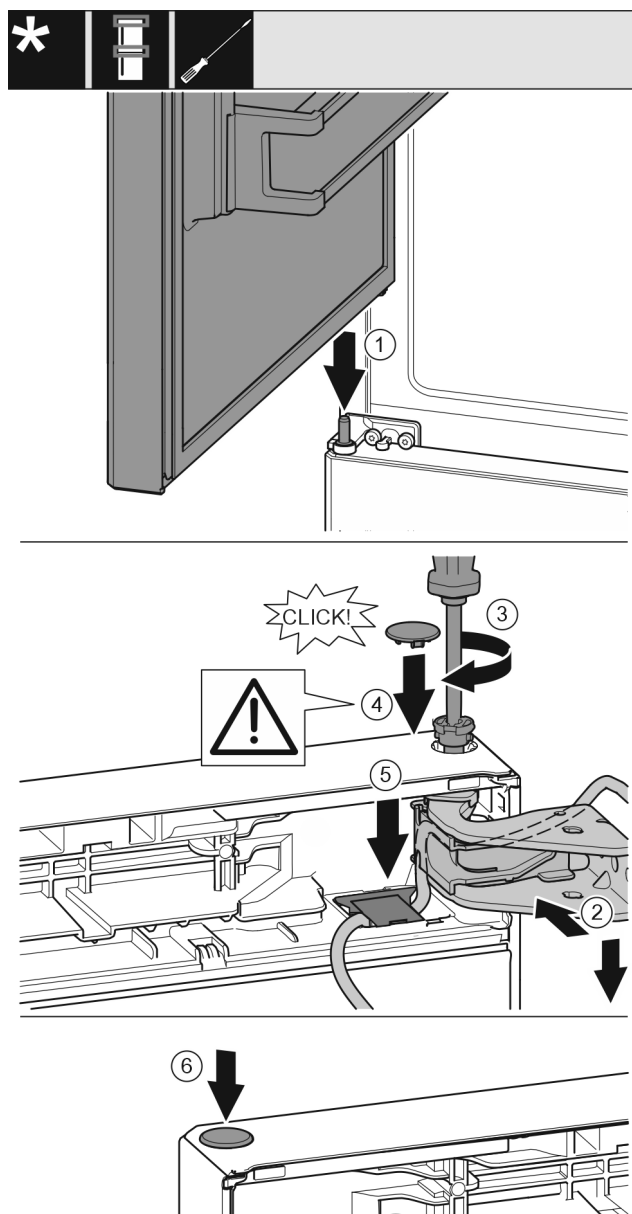

Fig. 42
- Mettre la porte supérieure sur l'axe de palier du milieu. Fig. 42 (1)
- Orienter la porte en haut pour l'ouverture dans le support de palier. Fig. 42 (2)
- Poser le boulon et le visser avec un tournevis T15. Fig. 42 (3)
- Monter le cache de sécurité pour sécuriser la porte : Mettre en place le cache de sécurité et vérifier qu'il repose sur la porte. Sinon, enfoncer à fond le boulon. Fig. 42 (4)
- Mettre le cache et appuyer vers le bas jusqu'à ce qu'il s'enclenche. Fig. 42 (5)
- Mettre le bouchon en place. Fig. 42 (6)